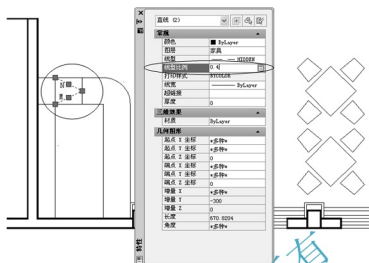

图 4.61 修改线型比例
- 第⑥步将表示上翻门开启方向的 M 线和 N 线的【线型控制】设定由“ByLayer”更改为“HIDDEN”，而【颜色控制】和【线宽控制】的设定仍为“ByLayer”，这样如果在【图层特性管理器】对话框内改变“家具”层的颜色、线型和线宽，M 线和 N 线的颜色和线宽随之改变，而它们的线型不会改变，仍保持为 HIDDEN。
(7) 修改虚线的线型比例：取消夹点后，可以看出虚线的线段太长，不美观。接下来修改虚线的线型比例以改变虚线的显示。
① 如图 4.61 所示，在无命令的状态下选中 M 线和 N 线。
② 单击【标准】工具栏上的【特性】图标 ，打开【特性】对话框，将线型比例由“1”改为“0.4”，然后关闭对话框。由于该虚线的线型比例发生变化，所以其显示状态发生了变化。